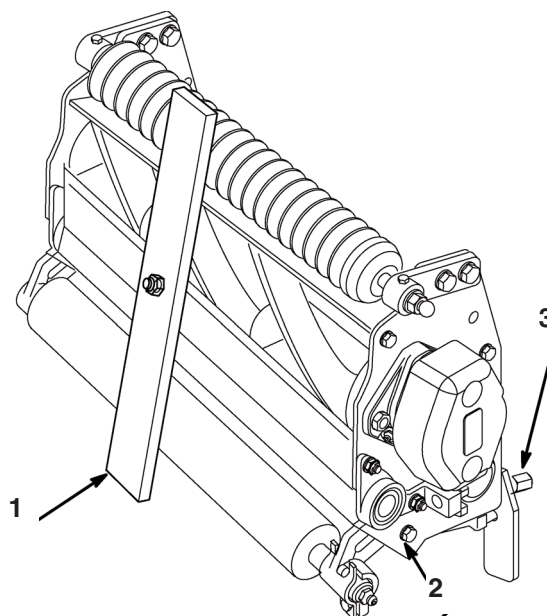

Fig. 5
2. Capovolgete l'apparato di taglio (90°) ed appoggiatelo sul rullo posteriore e sulle alette superiori sul retro. Allentate i dadi di bloccaggio sui bulloni di fissaggio delle staffe del rullo posteriore (Fig. 5).
3. Regolate la testa della vite all'altezza di taglio opportuna, sulla barra di misura (no. cat. 13-8199), (Fig. 5). Questa misura viene rilevata dalla superficie della barra alla parte sottostante la testa della vite.